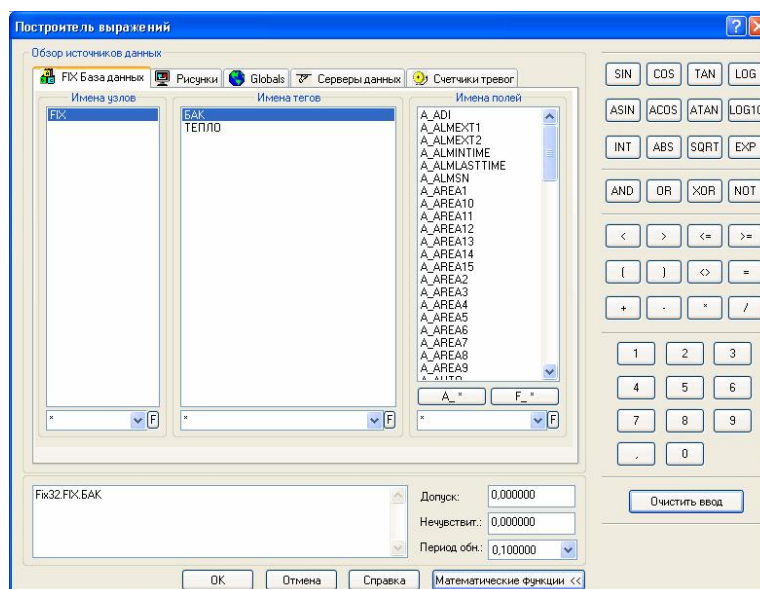

Рис. 4.8 Построитель выражений
**Построитель выражений.** Построитель выражений (рис. 4.8) служит для связи созданных экранных форм с блоками данных (тегами). С его помощью также можно организовать необходимые зависимости между блоками. Для выполнения вышеперечисленных операций следует открыть вкладку «Математические функции» и задать нужную зависимость.